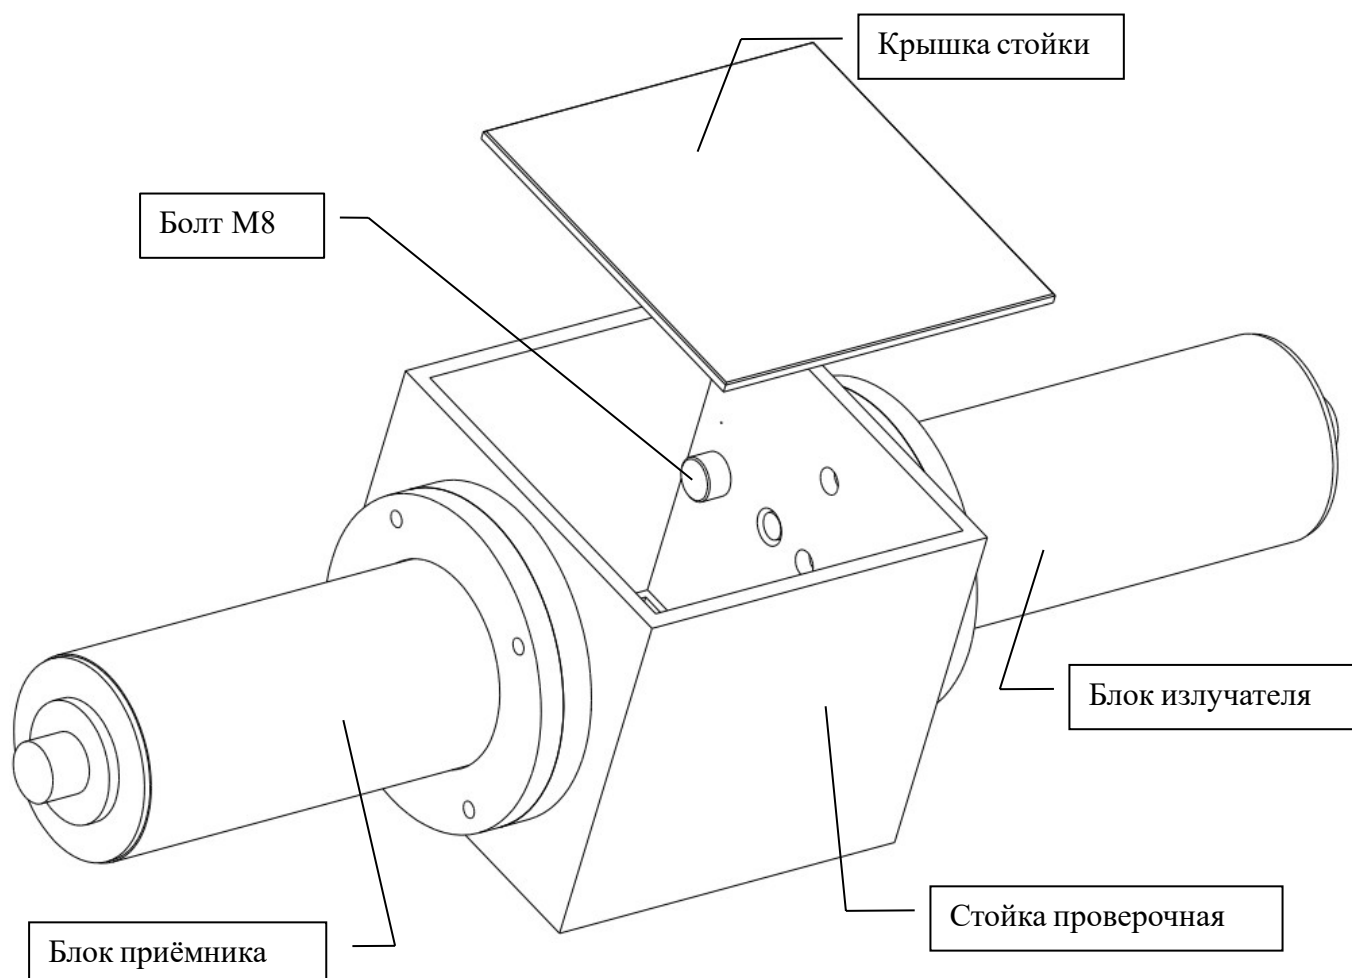

Рисунок 8. Проверка прибора
3. Установить юстировочную мишень на установочную площадку блока приёмника (рис. 8 а).
6. Далее следует снять юстировочную мишень с установочной площадки и установить на площадку диффузор блока приёмника (длинный), повернув его передний (большой) фланец притягивающими болтами с пружинными шайбами и вкрутив два упорных болта с гайками. Необходимо оставить небольшой зазор (≈ 5 мм) между передним (большим) фланцем диффузора и установочной площадкой для возможности юстировки. Установить юстировочную мишень на задний (малый) фланец диффузора, повернув его болтами с гайками (рис. 8 б).